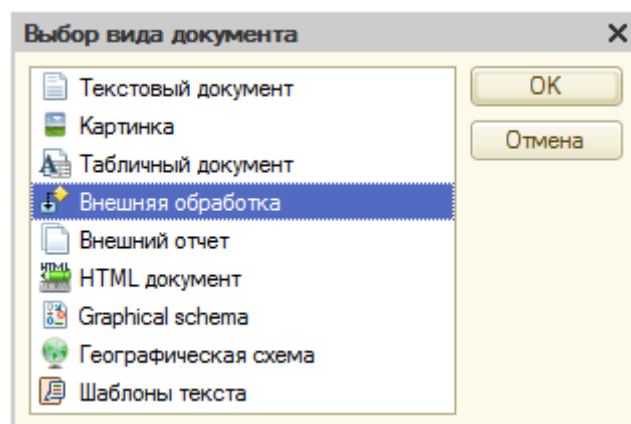

Рисунок 136 Выбор внешней обработки
1. Создайте внешнюю обработку. В меню **Файл** выберите пункт **Новый**. Укажите **Внешняя обработка** (рис. 136).